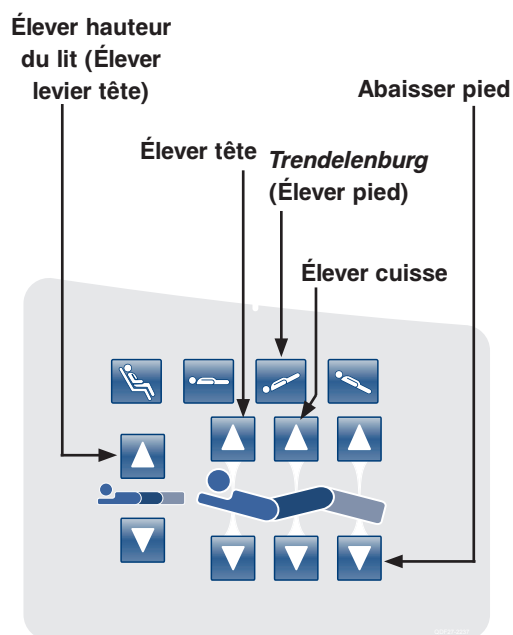

Figure 24 : Calibration complétée
26. Placez le lit en position haute maximale en appuyant simultanément sur les boutons «*Trendelenburg* (Élever levier pied)» et «Élever hauteur du lit (Élever levier de tête)» (voir la Figure 24).
27. Placez les sommiers de tête et de cuisse du lit en position haute maximale en appuyant d'abord sur le bouton «Élever tête» puis sur le bouton «Élever section de cuisse» (voir la Figure 24).
28. Placez le pied du lit en position basse maximale en appuyant sur le bouton «Abaissier pied» jusqu'à atteindre la limite (voir la Figure 24).